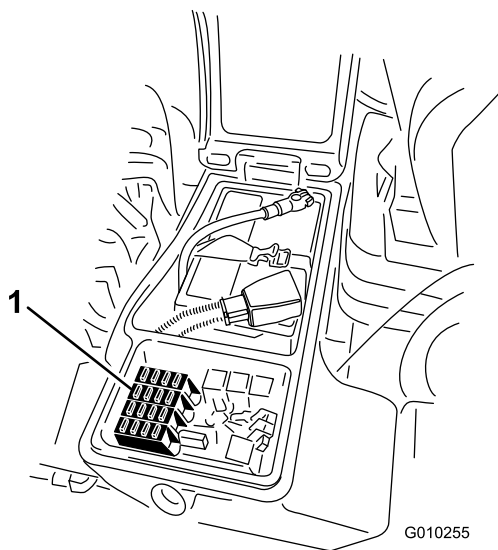

**Рисунок 94**
1. Ослабьте фиксацию защелки крышки правого вещевого отсека и поднимите крышку (Рисунок 94), чтобы получить доступ к блоку предохранителей (Рисунок 95).
3. Закройте крышку правого вещевого отсека и зафиксируйте ее защелкой (Рисунок 94).